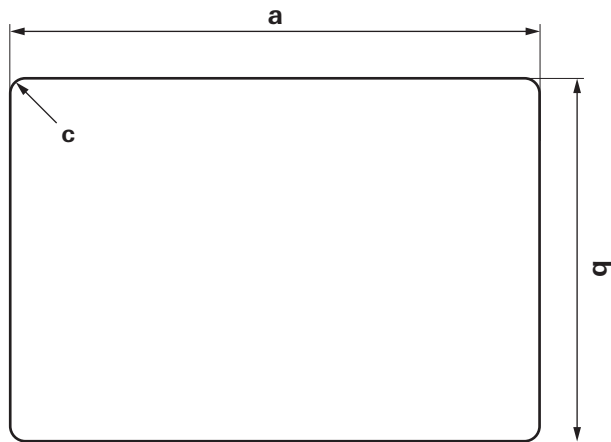

Fig. 1
- ▶ Tracer la découpe de montage (Fig. 1).